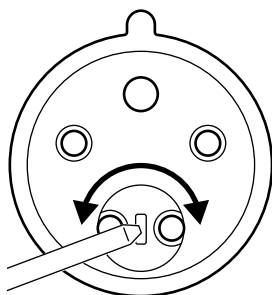

Fig. 15
3. Contrôlez le sens de rotation du ventilateur. Pour ce faire, démarrez le ventilateur, puis arrêtez-le. Lorsque la vitesse diminue, vous pouvez voir le sens de rotation du moteur à travers le capot de protection du refroidissement de ventilateur (où se trouve l'autocollant, selon la **Fig. 1**, pos. 6). Si le sens de rotation est incorrect, inversez les phases dans la fiche avec un ciseau plat comme indiqué sur la (**Fig. 15**).